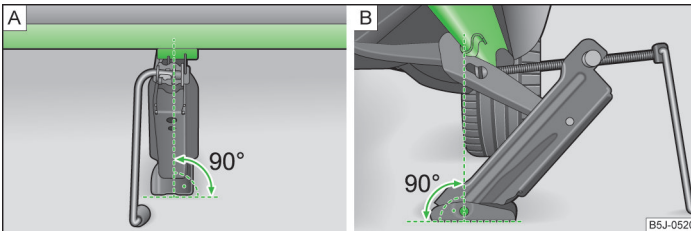

Abb. 143 Wagenheber ansetzen
- Den Wagenheber so ansetzen, dass die Klaue den Steg umfasst » Abb. 143 - .
- Die Grundplatte des Wagenhebers mit ihrer gesamten Fläche auf einem geraden Untergrund abstützen und sicherstellen, dass sich der Heber in senkrechter Position zur Stelle, an der die Klaue den Steg umfasst, befindet » Abb. 143 - .